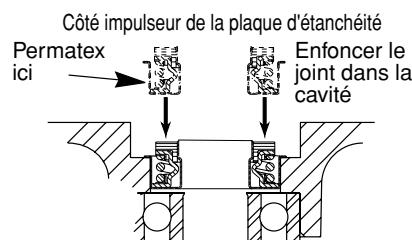

Figure 1
**REMARQUE :** S'assurer que les faces du joint sont propres et ne sont pas endommagées. Appliquer du Permatex #2 ou un produit équivalent modérément sur le bord extérieur du corps du joint (avec ressort). Figure 1.
1. Enfoncer le corps de joint neuf dans la cavité de la plaque d'étanchéité (Figure 1).